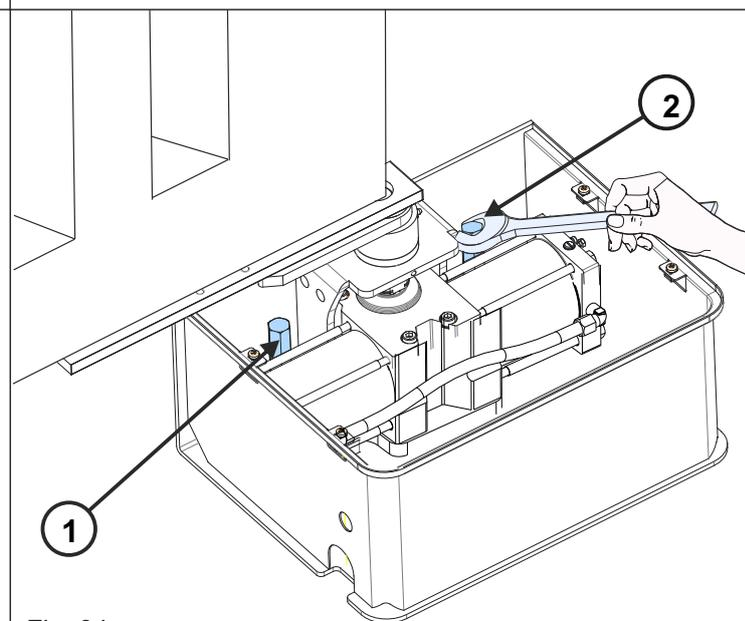

Fig. 34
**8.4.** Fixer l'opérateur en agissant sur les vis «1» et «2» comme indiqué sur la Fig. 34